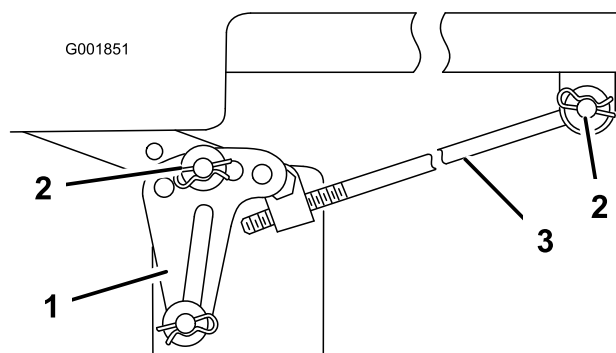

Figure 57
Remarque: Avant de déposer le plateau de coupe, notez les trous de fixation des pattes de mise à niveau (Figure 57).
5. Retirez la goupille fendue et la rondelle de la tige de réglage (Figure 57) de chaque côté du plateau de coupe.
6. Retirez la goupille fendue et la rondelle des pattes de mise à niveau (Figure 57) de chaque côté du plateau de coupe. Notez le trou de montage de la patte de mise à niveau en prévision de la repose. Dégagez les pattes de l'axe de montage
- Fixez la tige de réglage à la machine à l'aide de la rondelle et de la goupille fendue (Figure 57) de chaque côté du plateau de coupe.
- Glissez les pattes de mise à niveau sur les axes de montage et fixez-les à l'aide des rondelles et des goupilles fendues (Figure 57).